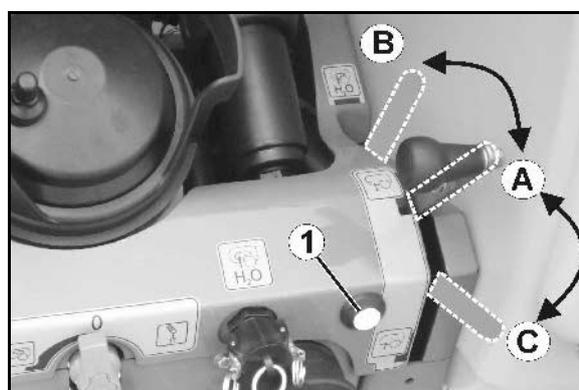

Рис. 90
- кнопку на панели управления (Рис. 90/1).